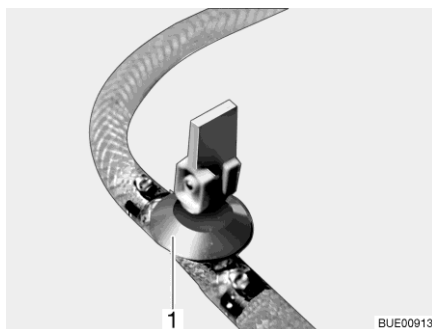
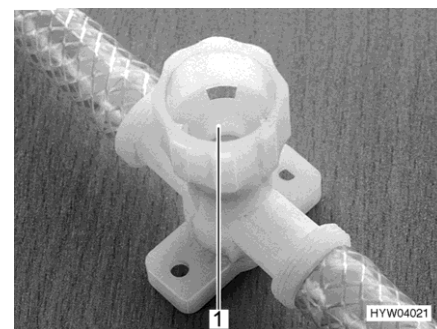

Fig. 261 Robinet de vidange (avec levier à bascule)
Fig. 262 Robinet de vidange (avec capuchon tournant)
- Fermer tous les robinets de vidange. Placer pour ce faire le levier à bascule (Fig. 261,1) à l'horizontale ou faire tourner le capuchon du robinet de vidange (Fig. 262,1) dans le sens des aiguilles d'une montre.